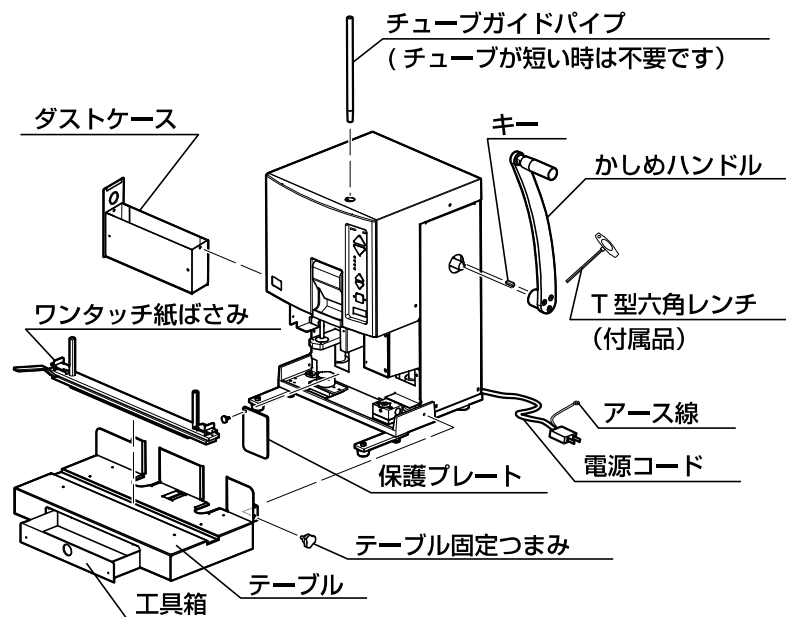

図4
**取り付け**：機械本体に付いているテーブル固定つまみを外し、テーブルを機械本体に沿わせるように挿入し、テーブル固定つまみで固定します。 図4 参照
**取り付け**：テーブルの図の位置に乗せます。 図4 参照
**取り付け**：機械本体上面のチューブ挿入口へ差し込みます。 図4 参照
**取り付け**：機械本体の左側面に挿入してください。 図4 参照
**取り付け**：テーブル前面にセットされています。 図4 参照